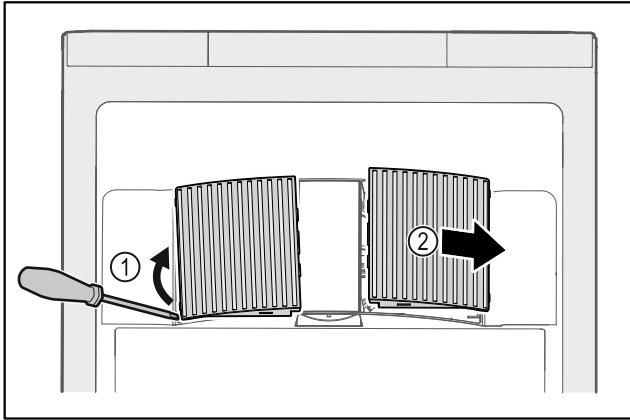

Fig. 140
- ▶ Ostrożnie podważyć osłony wentylatora z boku Fig. 140 (1) i zdjąć do przodu Fig. 140 (2).